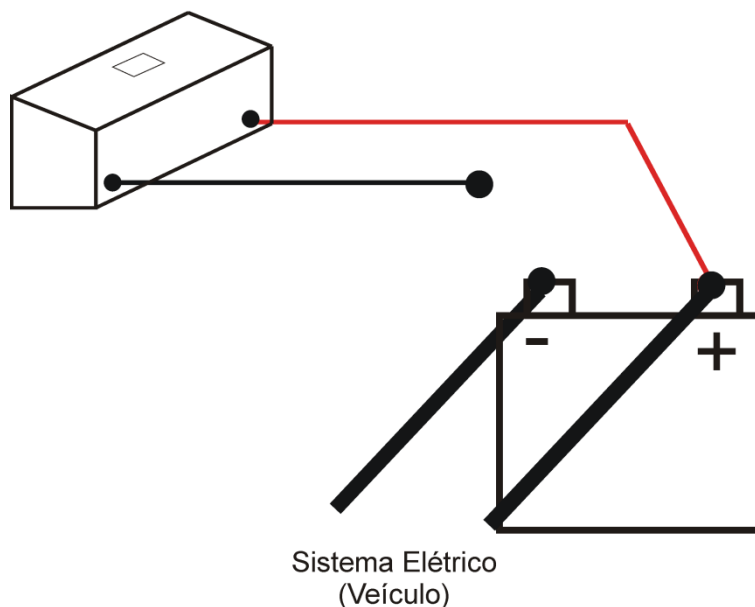

Fig. 1 – 1º Passo.
- ✓ Desconecte o cabo negativo do Analisador da bateria conforme **fig. 1**;